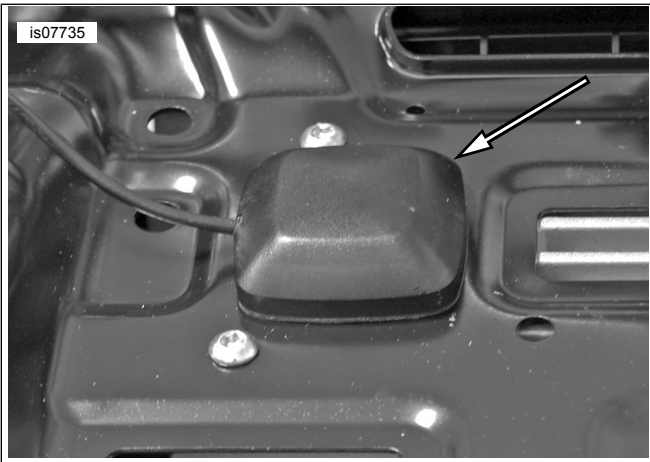

Figura 3. It-Tneħhija tal-Antenna
4. Ara Figura 3 . Jekk preżenti, aqla' l-antenni XM/Nav mill-bracket tal-appoġġ tar-radju u poggihom fil-ġenb.